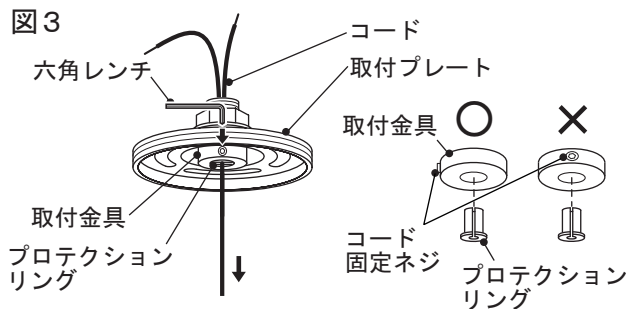

図 4
- ・まずは、コードの長さを調整して、余った場合は、少し余裕をもってカットしてください。付属の保護チューブ（1本）をコードに被せてください。（3ページの図4参照）